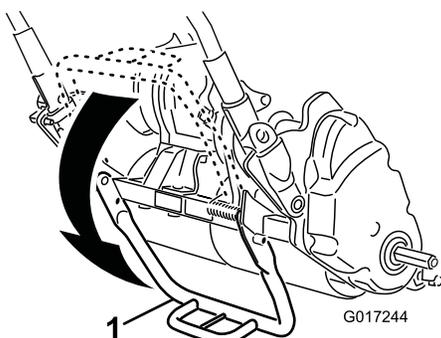

图15
1. 用脚踩下支架，向上拉起手柄支架，直至支架向前旋转并通过中心位置（图15）。